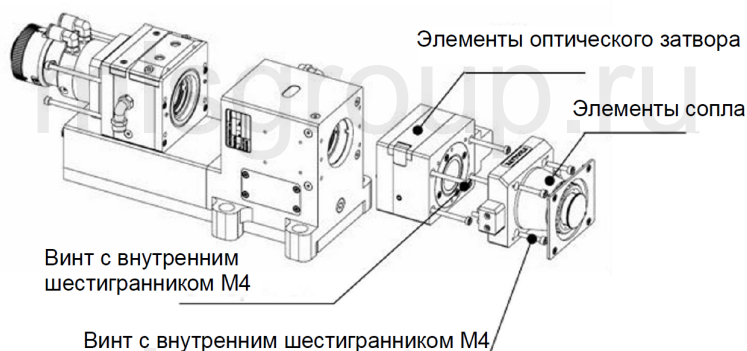

Рисунок 6.7 — Вид в разборе
- Разместите лазерную головку горизонтально. Открутите стопорные винты снизу вверх, как показано на рис. 6.7;